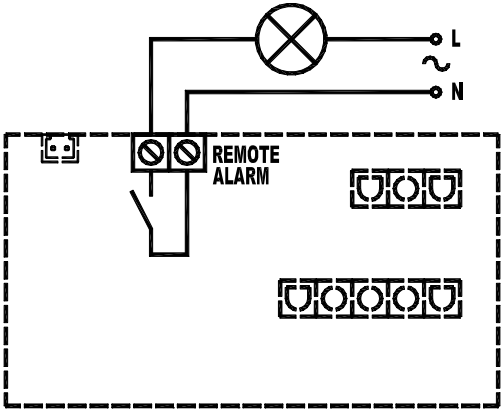

fig.2
3. Brancher l'avertisseur aux bornes indiquées à la fig.2